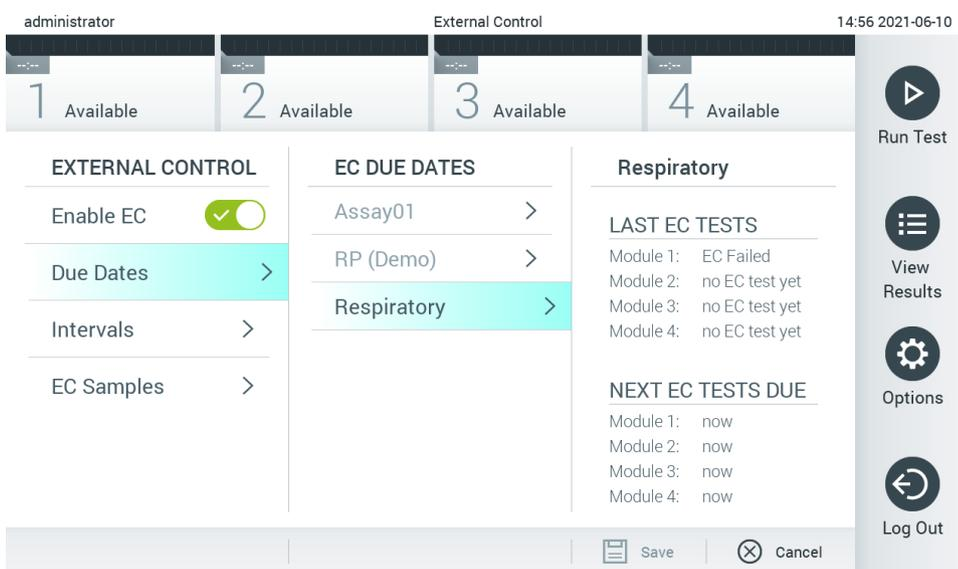

Figura 51. Schermata External Control Due Dates (Date di scadenza controllo esterno).
3. Selezionare **Due Dates** (Date di scadenza) e poi un esame dall'elenco per vedere quando è stato eseguito l'ultimo test di controllo esterno per ciascun esame e modulo analitico e quando è previsto il prossimo test di controllo esterno (Figura 51).